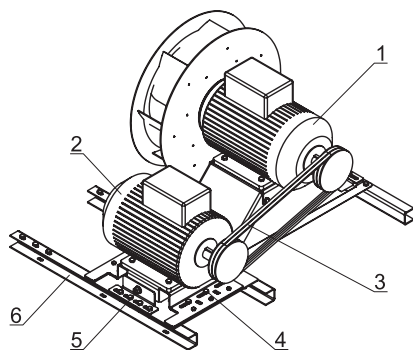

Рисунок 5
По отдельному заказу производится вентиляторный блок с резервным двигателем (рис.5). Он состоит из аналогичного по характеристикам дополнительного двухвального двигателя (1), устанавливаемого на место основного двигателя (2), а основной переносится на салазки (6) натяжителя для регулировки ременной передачи (3), связывающей их. При штатной работе основной двигатель приводит через ременную передачу в холостую вращаемый резервный двигатель с расположенным на его валу рабочим колесом.